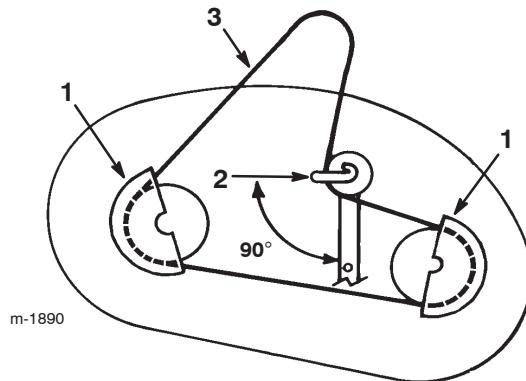

Bild 47
2. Entfernen Sie die Befestigungsschrauben der Riemenabdeckungen und die Riemenabdeckungen von beiden Schnittmesser-Riemscheiben (Bild 47).
3. Lockern Sie die Schraube und die Mutter, mit denen die Spannscheibe und die Riemenführung befestigt sind, entfernen Sie diese aber nicht (Bild 47).
2. Richten Sie die Riemenführung der Spannscheibe so aus, dass sie 90° nach links zum Spannscheibenarm zeigt (Bild 47).
4. Montieren Sie die linke und rechte Riemenabdeckung mit den Befestigungsschrauben (Bild 47).